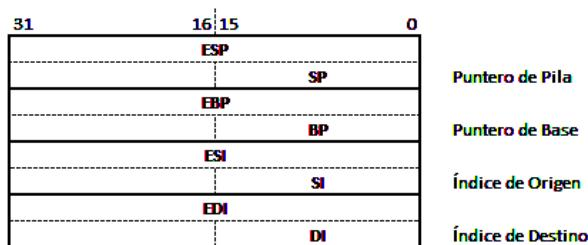

Figura 2.5: Punteros Y Registros Índices
- Dos registros índices (ESI, EDI) y dos punteros (EBP, ESP)(Figura 2.5);